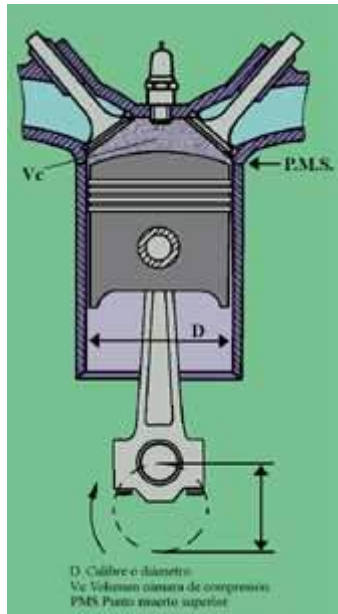

Fig. 29
- **Calibre o diámetro (fig. 29)**